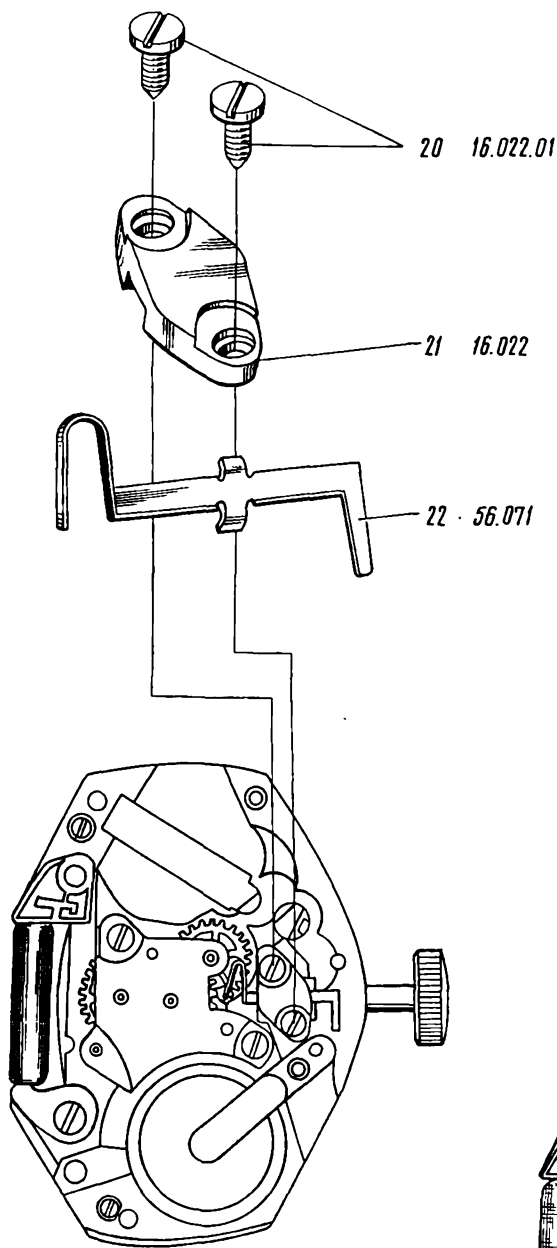

Рис. 98
24. Отвернуть и снять винты 20 моста рычага тормозного (рис. 98)